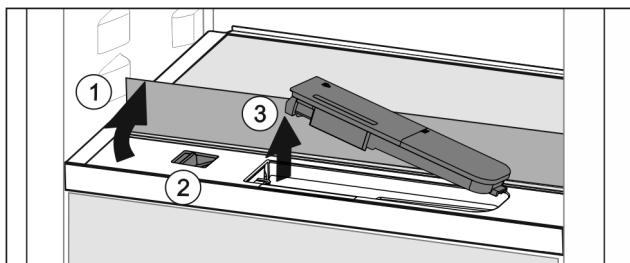

Fig. 164
- Nadvhnite sklenú dosku a až na doraz ju sklopte dozadu Fig. 164 (1).
- Potlačte posúvač Fig. 164 (2) dolava.
- Vyberte nádržku na vodu Fig. 164 (3).